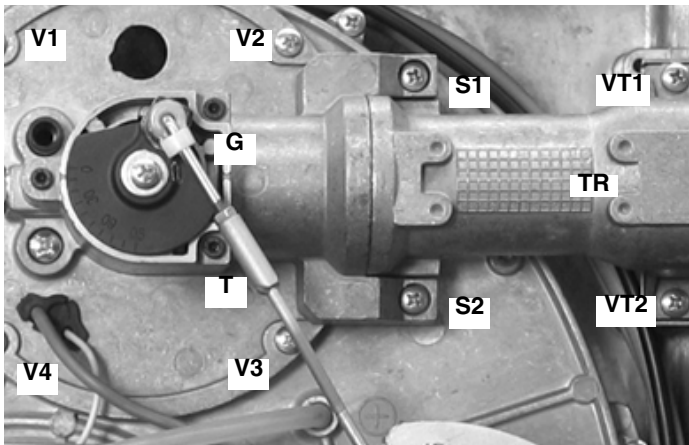
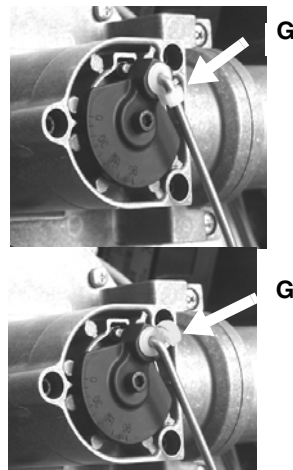

Fig. 57
Fig. 58
- 1 Entsperren Sie mit dem Kunststoffhaken G die Zugstange T (Fig. 57 - Fig. 58) für die Einstellung der Gasdrosselklappe und ziehen Sie ihn aus seinem Sitz nach außen.
- 2 Entfernen Sie die 4 Schrauben V1, V2, V3 und V4 sowie die beiden Schrauben S1 und S2 (Fig. 57).